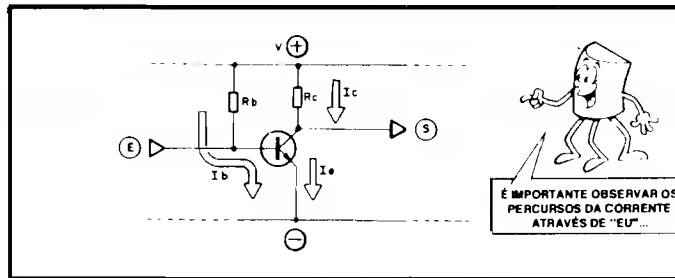
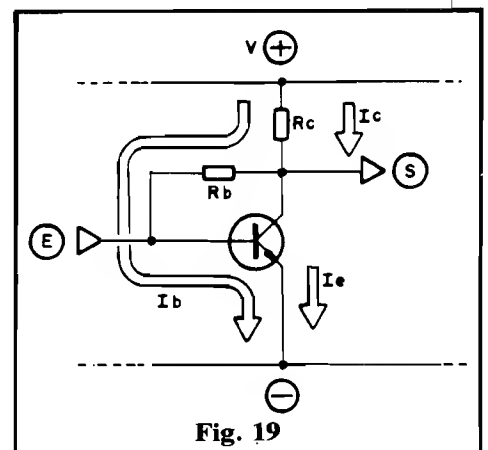

Fig. 18
Fig. 19
- **FIG. 18** - Polarização com **um** resistor - No caso do exemplo, um transistor NPN, a **base** precisa estar “positiva” em relação ao **emissor**, para atingir o “degrau” de 0,6V, mínimo necessário para o componente entrar em trabalhos de amplificação... Assim, com um único resistor (R_b) entre a dita **base** e a linha do **positivo** da alimentação, podemos determinar com boa precisão a corrente de **base** (I_b). Esse vetor (I_b), juntamente com o ganho, mais o valor da carga de **coletor** (R_c), nos permite calcular progressivamente a corrente de **coletor** (I_c) e, por Ohm, a tensão de **coletor** (que, idealmente deve situar-se em **metade** do valor da tensão geral da alimentação (V), e assim por diante. Com um pouquinho de matemática (e, eventualmente, alguma experimentação...) chegamos a um valor conveniente para R_b . É um método simples de polarização, muito usado em circuitos sem muita rigidez de parâmetros, ou de características de funcionamento pouco críticas... Em alguns casos, contudo, apresenta um certo inconveniente de “instabilidade”, que pode ser desenvolvida a partir de um aquecimento desenvolvido no transistor durante o funcionamento (função, às vezes, de fatores externos ao circuito...). Isso fará com que o “ponto” de funcionamento do transistor dentro da sua “região linear”, “ande”, deslocando todos os parâmetros do arranjo... Sem “medos” exagerados, contudo: sempre que a aplicação não for crítica, e que o transistor não esteja trabalhando “rente” aos seus limites de tensão, corrente e potência, nada impede (muito pelo contrário...) que utilizemos uma polarização simples, desse tipo (os Leitores/Alunos, verão **muito** esse arranjo básico, nos
- **FIG. 19** - Polarização “automática” com **um** resistor - Muitos dos inconvenientes do método mais simples (fig. 18) podem ser sanados, “puxando-se” a polarização **positiva** de **base** não da linha geral de alimentação ($-V$), e sim do próprio **coletor** do transistor (através, portanto, do próprio resistor de “carga” de **coletor**, R_c ...). Usando as “velhas” fórmulas que inter-relacionam Corrente, Tensão e Resistência, mais os parâmetros gerais do transistor e do circuito, podemos situar com facilidade o valor de R_b de modo a colocar o transistor no “ponto” desejado... Se fatores externos determinarem ou facilitarem um aquecimento progressivo do transistor, o natural incremento na corrente de **coletor** I_c causará uma queda na tensão de **coletor**, com o que **menos** corrente de **base** será fornecida (via R_b), “trazendo” novamente o transistor para o “ponto” originalmente calculado de funcionamento! Da mesma forma que ocorre com o método mais elementar de polarização (fig. 18), para “centrar” o transistor na sua “região linear” de funcionamento convém, na maioria dos casos,